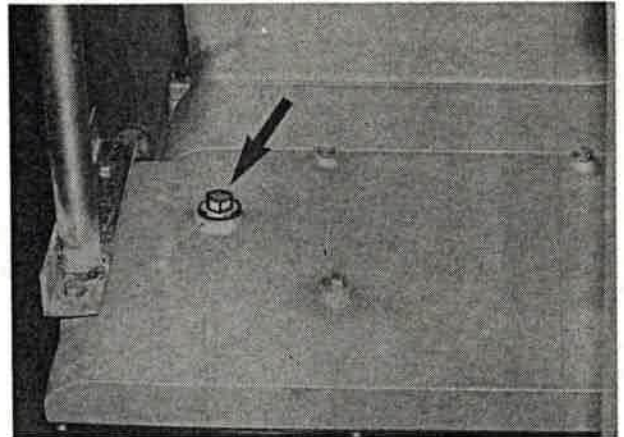
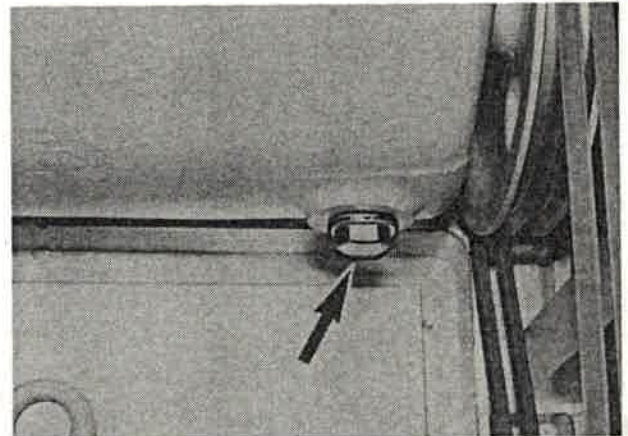

Bild 137
Bild 138
2. Einfüllschraube (Bild 137/Pfeil) sowie Ablassschraube (Bild 138/Pfeil) heraus-schrauben und Öl ablassen.
3. Dichtring der Ablassschraube (Bild 138/Pfeil) prüfen, ggf. neuen verwenden und Ablassschraube wieder einschrauben.